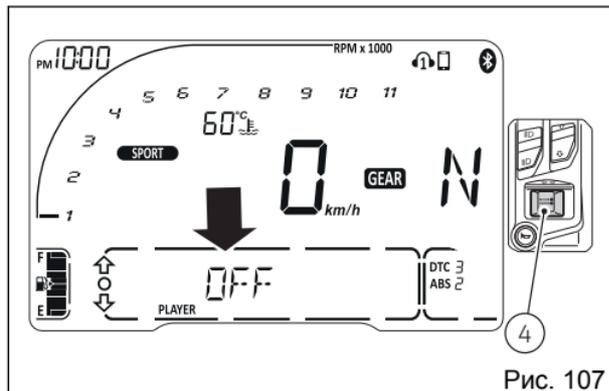

Рис. 107
Если плеер отключен, на приборной панели будет отображаться надпись «PLAYER OFF» (Рис. 107). Нажмите на кнопку (4) для включения.